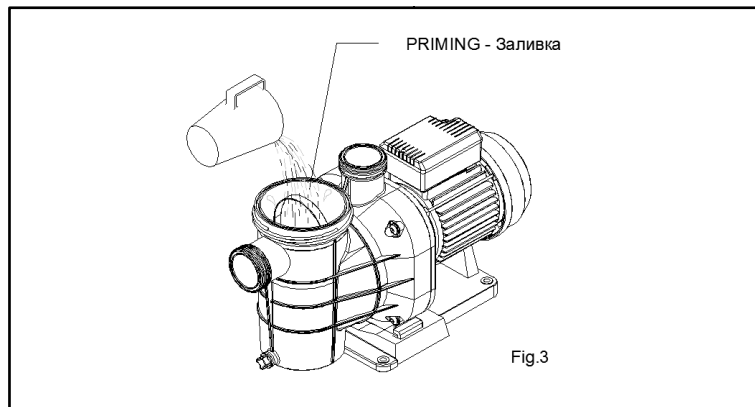

Fig.3
- For the correct operation of the pump, it must be primed until water reaches the surface of the suction pipe. In models with built-in pre-filter, the pump can be filled with water by opening the lid of the pre-filter (Fig. 3).
- Для обеспечения нормальной работы насоса требуется его заливка до момента, когда уровень воды достигает поверхности приемной трубы. Для моделей со встроенным фильтром предварительной очистки, заливка водой насоса производится через открытую крышку предфильтра (Рис. 3).
- For models with pre-filter the following operations can be performed (Fig. 3):
- Для моделей с фильтром предварительной очистки следует выполнить следующие действия (Рис. 3):